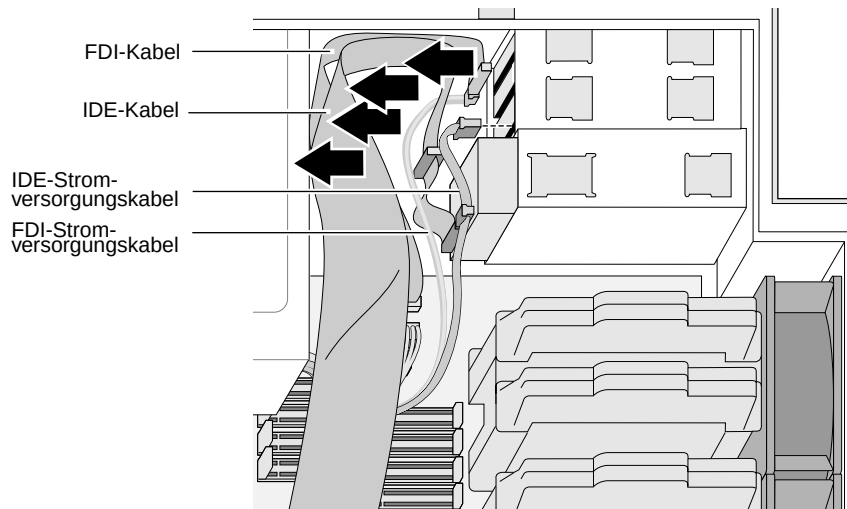

Abbildung 4-9 Entfernen der Kabel
5. Entfernen Sie die Kabel an der Rückseite des Laufwerks bzw. der Laufwerke. Siehe Abbildung 4-9.